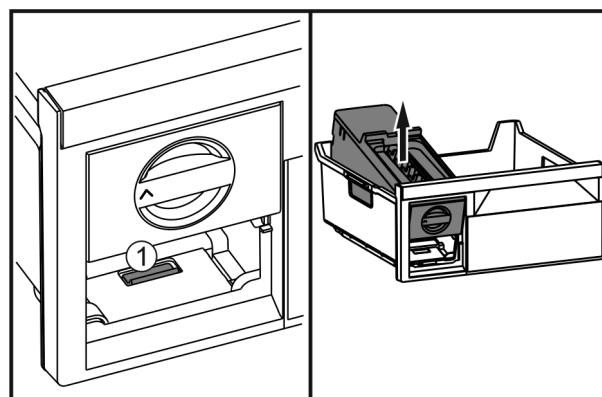

Fig. 50
- ▶ Pritisnite spono Fig. 50 (1), dvignite EasyTwist-Ice z zadnje strani in vzemite iz predala za zamrzovanje.